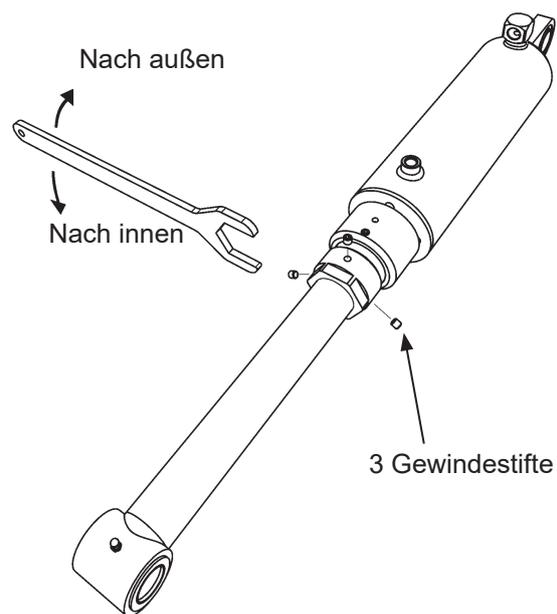

Abb.34. Einstellung des Neigungswinkels
- Die drei Gewindestifte am Zylinder der Ladebordwand lösen, Abb.34.